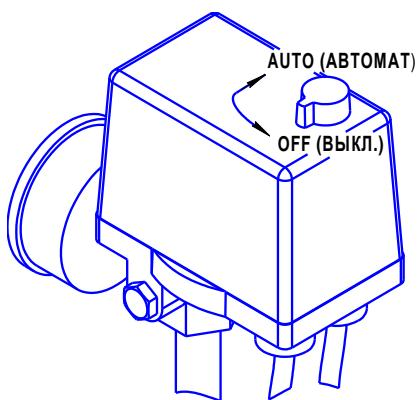

Рисунок 4
- 1 Проверьте, чтобы выключатель на маностате находился в выключенном положении "OFF" (см. рисунок 4).
- 1 Выключить компрессор выключателем на маностате. Для этого необходимо переключить выключатель в положение "OFF" (см. рисунок 4). После этого остановится электродвигатель и произойдет сброс давления из нагнетательного воздухопровода и поршневого блока.
7.3.2 Компрессор оборудован устройством защиты от перегрузок. При нарушении питания электрической сети, а также при работе с ПВ более 60% возможно автоматическое срабатывание защиты двигателя. Для пуска компрессора после срабатывания защиты выполните следующие действия: после того, как двигатель остынет до допустимой температуры, переключите выключатель на маностате в положение "OFF" (см. рисунок 4), а затем включите компрессор, переключив выключатель в положение "AUTO".